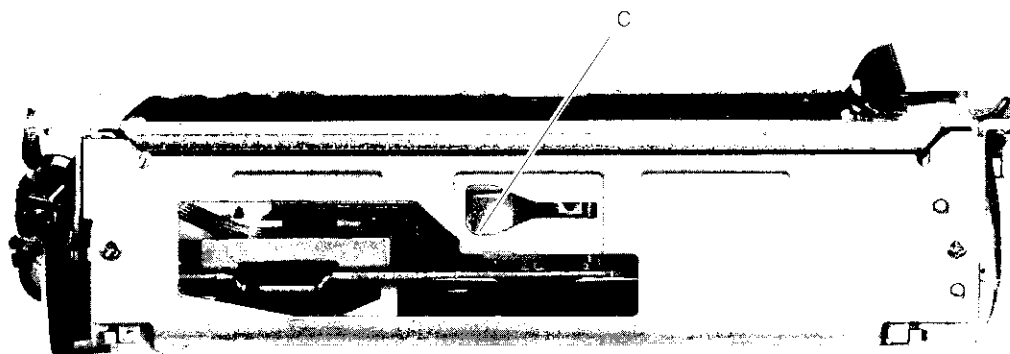

Fig. 8
- 2) Nun die Rastnase C bei Bedarf auswechseln und wie in Abbildung 8 + 9 gezeigt neu einstellen.
- 2) If required, exchange the C catch and install a new one as shown in fig. 8 and 9.